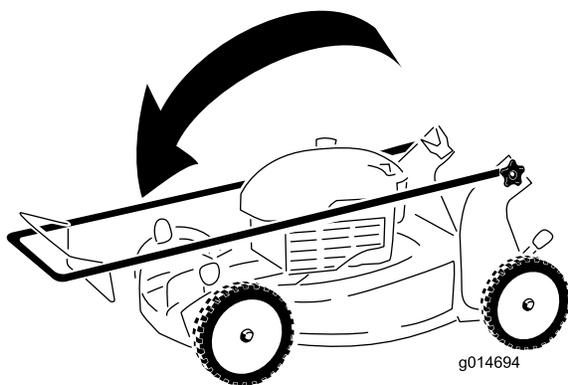

Bild 26
3. Klappen Sie den oberen Griff nach vorne, siehe Bild 26.